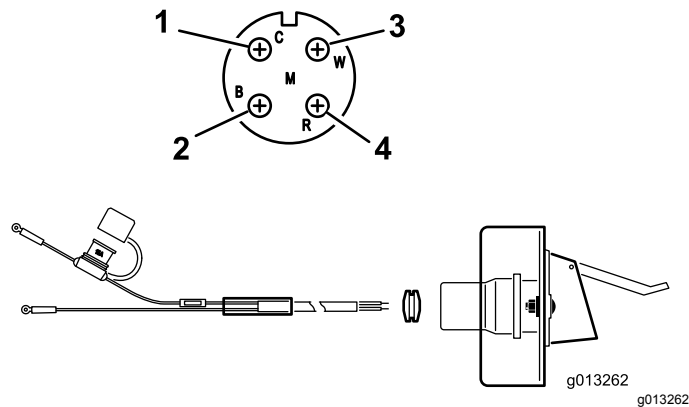

Figura 9
2. Enrute y sujete los cables eléctricos de la batería al soporte del enchufe eléctrico (Figura 9).
3. Pase los cables a través del soporte del enchufe e instale el pasacables de goma negra en el cableado (Figura 9).